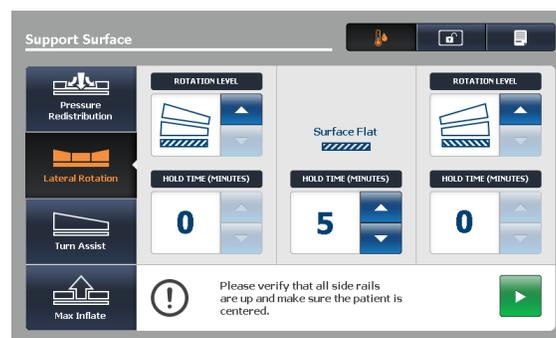

Figure 53 – Écran de rotation latérale
2. Ajuster les sélections de la rotation latérale selon les besoins (Figure 53) :